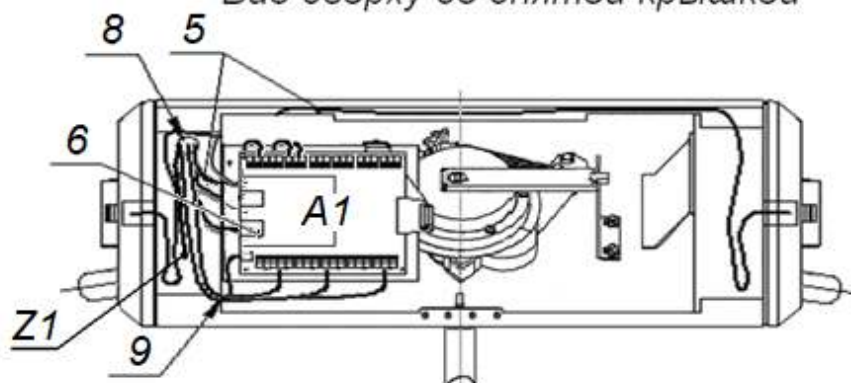

Рисунок 13. Схема прокладки кабелей в стойке ЭП
6. Подготовьте в полу отверстия под гильзы анкеров для крепления стойки ЭП. Установку и крепление стойки производите после прокладки всех кабелей в кабельном канале и внутри стойки. Схема прокладки кабелей в стойке и места расположения отверстий, в которые следует установить изоляционные втулки из комплекта поставки, показаны на рис. 13.
10. Протяните кабели внутри стойки. Рекомендуемое расположение кабелей при прокладке внутри стойки показано на рис. 13.
16. Выполните заземление стойки ЭП в соответствии с требованиями ПУЭ («Правила устройства электроустановок»). Контакт заземления **Z** находится под крышкой стойки (3), слева от плат контроллера (см. рис. 13).
17. Проверьте правильность и надежность всех электрических подключений. При помощи площадок самоклеящихся и стяжек неоткрывающихся из комплекта поставки закрепите все кабели. После подключения всех кабелей и закрепления стойки на полу установите на место крышку (3) (см. разд. 6). Закройте заглушками Ø30 мм из комплекта поставки четыре отверстия для анкерных болтов в основании (2) и вспомогательное отверстие для подводки кабелей в нижней части каркаса (1) (если оно не используется).
18. Для установки в рабочее положение преграждающих планок снимите с поворотного механизма крышку (6), отвернув винт М4×25. Отверните болт М8×30, установленный на преграждающей планке (5). Установите преграждающую планку в соответствующее посадочное место и зафиксируйте болтом. Под головку болта установите пружинную шайбу. Затяжка болтов должна обеспечивать надежную фиксацию преграждающей планки (без люфта). Повторите операции при установке остальных преграждающих планок. Установите на место крышку (6) согласно рекомендациям разд. 6.